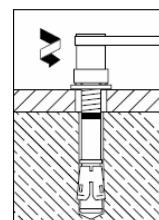

Рис. 6
6. При помощи гаечного ключа затяните болт. Рекомендуемый момент затяжки 25Н\*м. (См. Рис. 6)